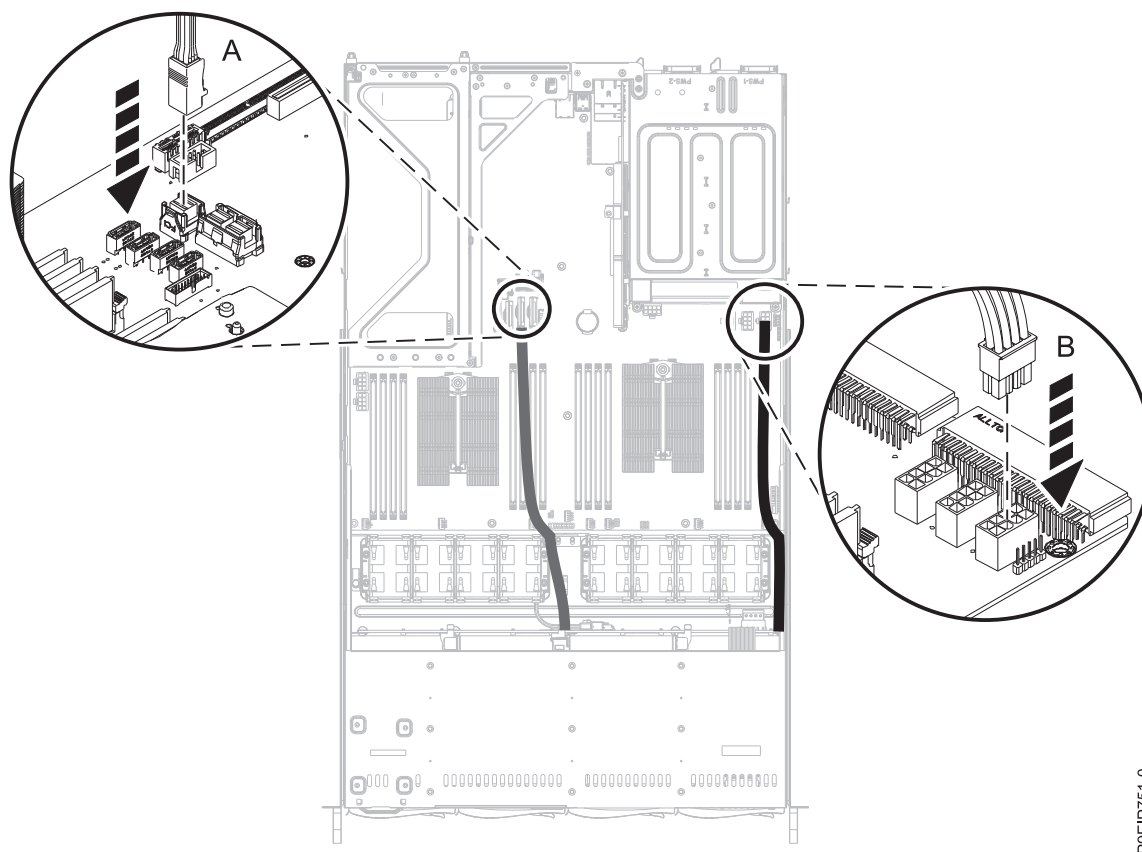

Figure 53. Remise en place du câble de commutation de couvercle
22. Avec précaution, faites passer le cordon d'interface **(A)** et le câble d'alimentation **(B)** de l'unité de disque par la cloison du ventilateur vers la zone du fond de panier système. Remettez en place le cordon d'interface et les câbles d'alimentation de l'unité de disque dans le fond de panier système, comme illustré dans la figure 53, à la page 55.